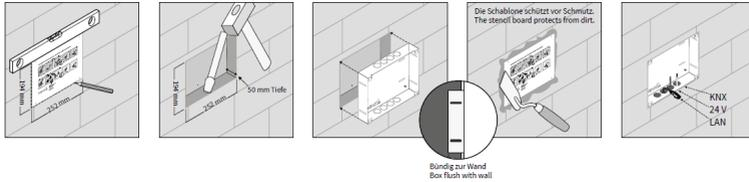
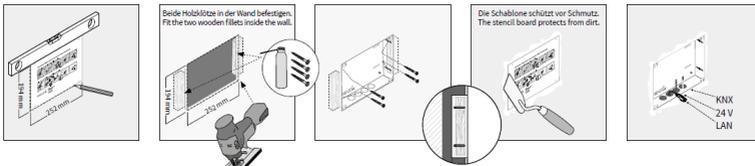

Abbildung 1: Einbau im Mauerwerk
Abbildung 2: Einbau in der Hohlwand
- Je nach Untergrund eine Aussparung in der Wand mit den Maßen in Abbildung 1 (Mauerwerk) oder Abbildung 2 (Hohlwand) herstellen. Dazu kann die, mit der PEAKnx Unterputzdose mitgelieferte, Schablone genutzt werden. Die Unterputzdose muss später bündig mit der Wand sein.